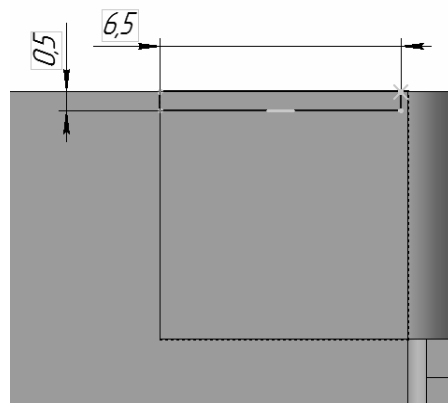

Рис. 7.26. Эскиз выреза
22. Выделите верхнюю грань сгиба и постройте на ней эскиз, представленный на рис. 7.26.